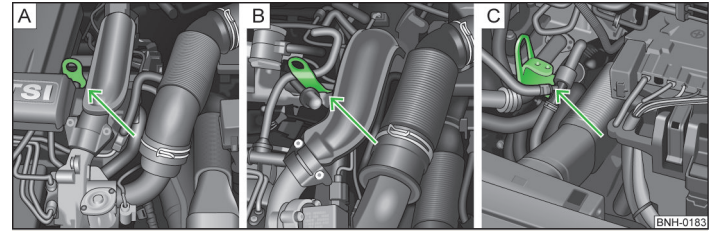

Abb. 154 Massepunkt des Motors: START-STOPP-System
- 1,2 l/63 kW TSI und 1,2 l/77 kW TSI Motoren » Abb. 154 - **A**
- 1,4 l/90 kW Motor » Abb. 154 - **B**
- 1,6 l/77 kW TDI CR Motor » Abb. 154 - **C**